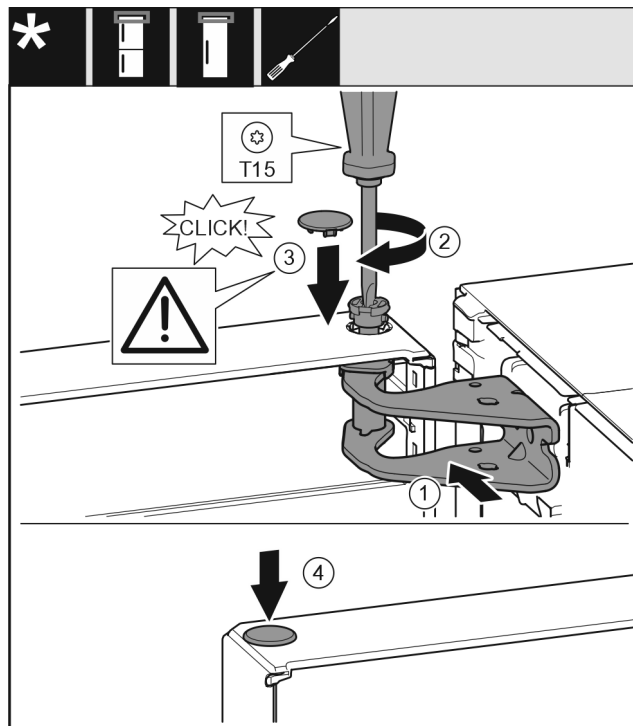

Fig. 19
- Poravnajte gornja vrata prema otvoru u podlošku ležaja. Fig. 19 (1)
- Umetnite svornjak i zavijte odvijačem T15. Fig. 19 (2)
- Montirajte sigurnosni pokrov radi osiguranja vrata: Umetnite sigurnosni pokrov i provjerite naliježe li na vrata. U protivnom u potpunosti umetnite svornjake. Fig. 19 (3)
- Umetnite čep. Fig. 19 (4)